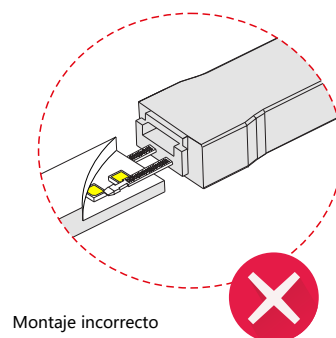

Fig. 4.4
- Fig. 4.4 — No inserte un pin en la parte posterior de la PCB y el otro en la superficie, lo que provocaría un cortocircuito y quemaría todo el rollo de la tira, pudiendo provocar un incendio.